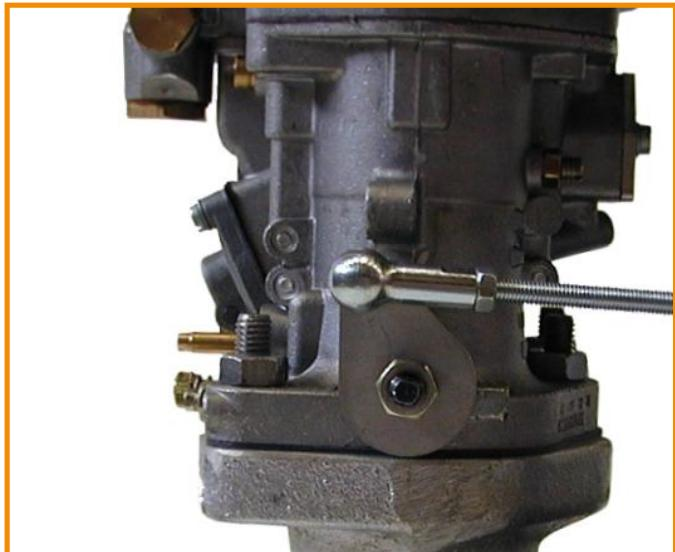

Fig. 4
- Assemble the stop lever and the throttle control lever (in this order) on to the shaft of the right-hand carburettor. (Fig.4)
- Montieren Sie den Anschlaghebel und den Drosselklappenhebel (in dieser Reihenfolge) auf die Welle des rechten Vergasers. (Fig.4)